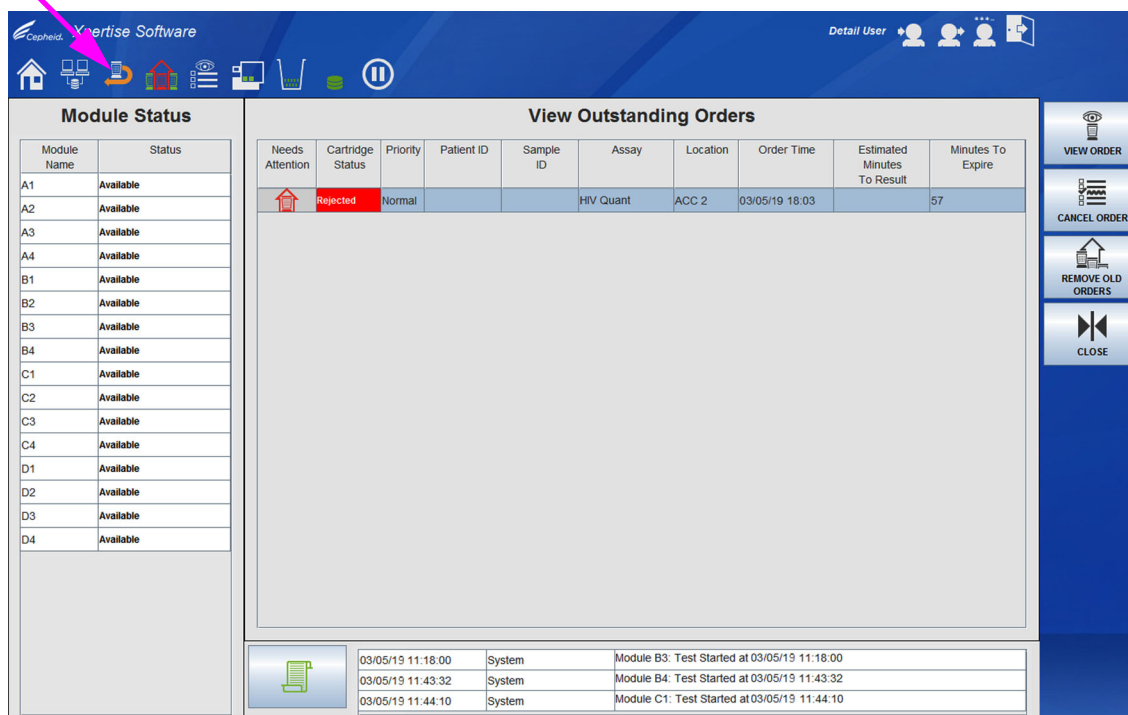
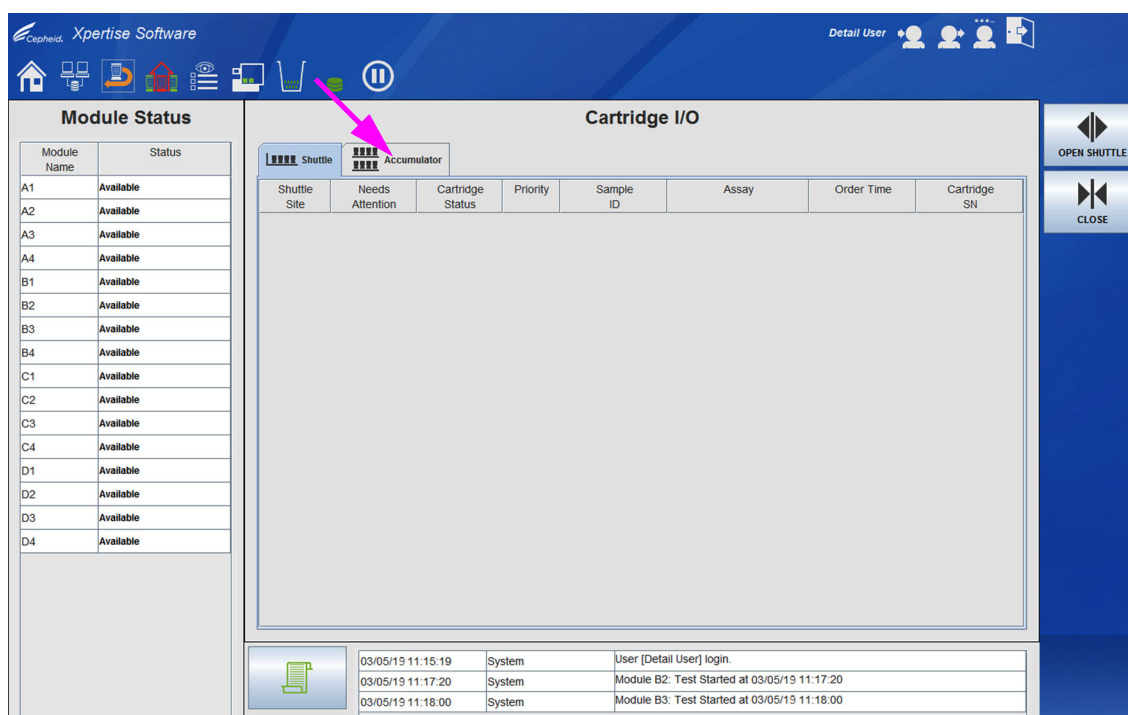
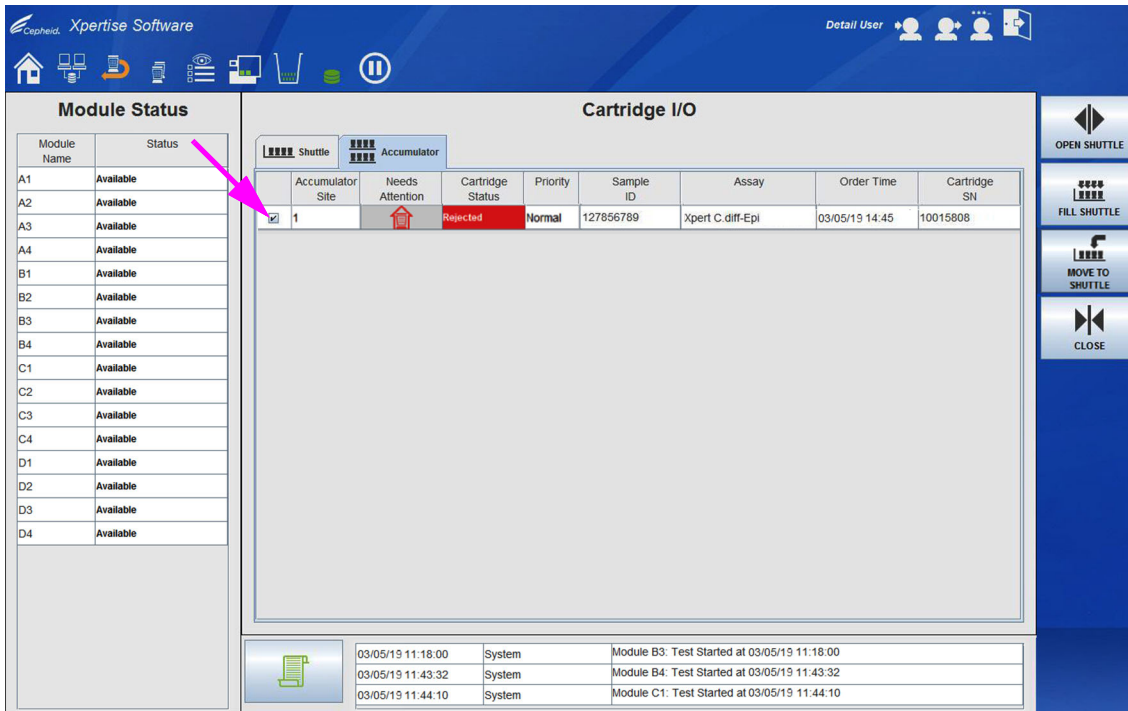

图 10-114. 显示检测盒被拒绝 (Cartridge Rejected) 的查看待处理指令 (View Outstanding Orders) 工作区
图 10-115. 检测盒 I/O (Cartridge I/O) 工作区的往复架 (Shuttle) 选项卡
图 10-116. 显示被拒绝检测盒的检测盒 I/O (Cartridge I/O) 工作区储放架 (Accumulator) 选项卡
4. 在控制面板中（参见图 10-114），选择**检测盒 I/O** 图标。将出现检测盒 I/O (Cartridge I/O) 工作区显示往复架 (Shuttle) 选项卡。请参见图 10-115。
5. 在检测盒 I/O (Cartridge I/O) 工作区（参见图 10-115）中，选择储放架 (Accumulator) 选项卡。将出现储放架 (Accumulator) 选项卡，显示被拒绝的检测盒。请参见图 10-116。